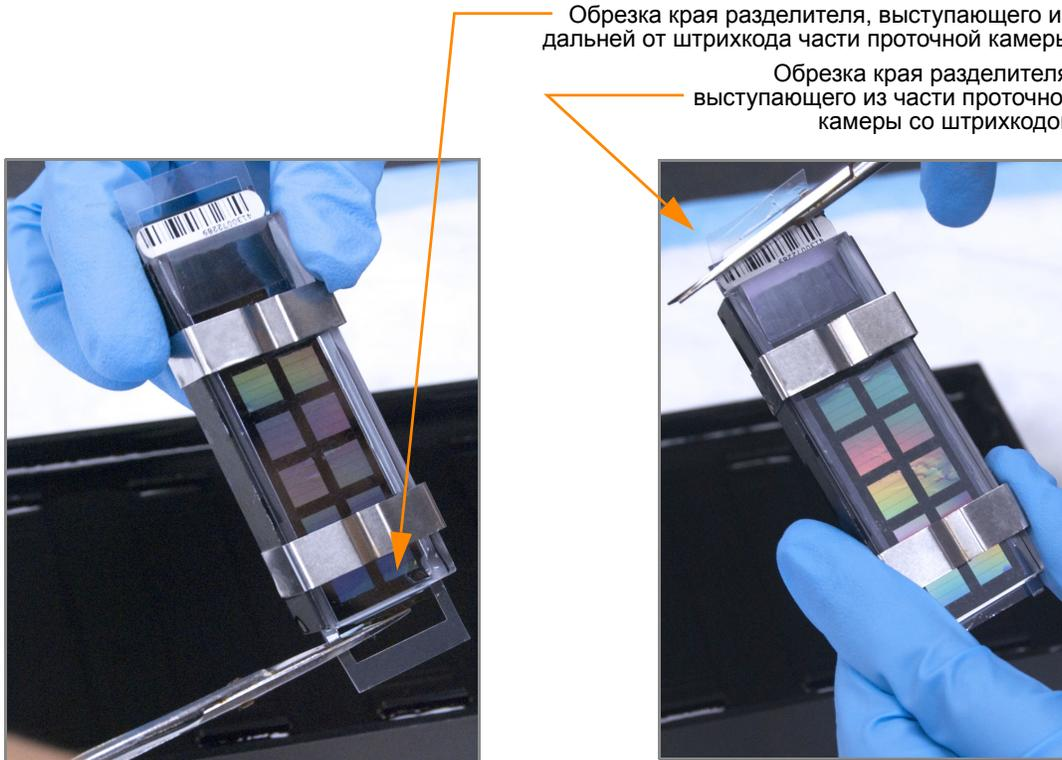

Рис. 60 Обрезка концов разделителя, выступающих из собранной проточной камеры
9. Используя ножницы, обрежьте выступающий конец разделителя с удаленной от штрихкода стороны камеры (Рис. 60). Обрежьте выступающий конец разделителя с другой стороны, установив ножницы выше штрихкода.